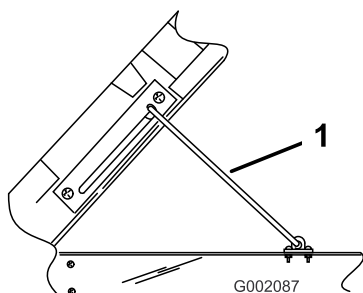

Figure 24
- Placez la béquille de maintien dans la fente de verrouillage pour bloquer le plateau en position (Figure 24).